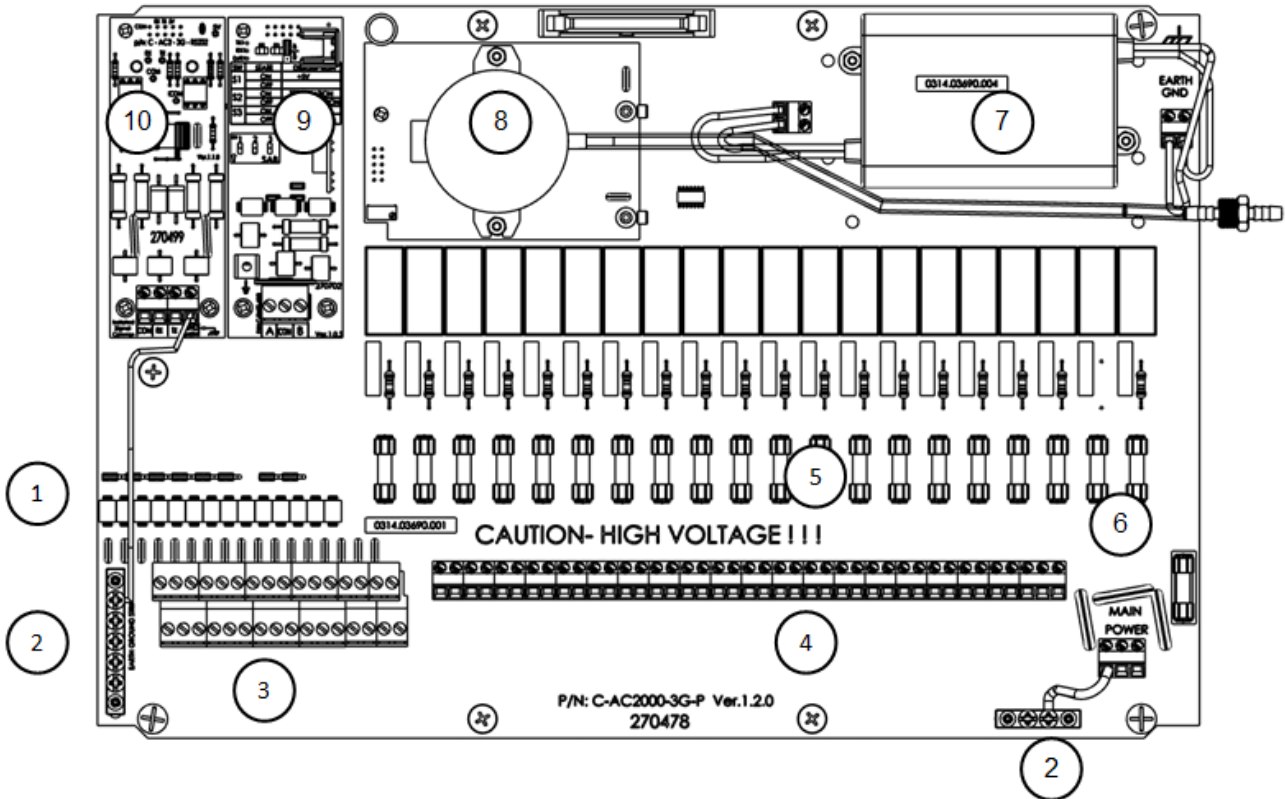

Figura 6: Componentes da placa
- Figura 6: Componentes da placa, página 95
Se você precisar substituir o cartão, coloque o novo cartão como mostrado na Figura 6 (posição rotulada como UART0).